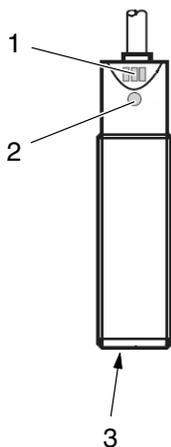

Fig. 7-9 P/N 398056
1. Le réservoir étant **vide** : Enfoncer la touche (2, fig. 7-9) pendant 5 s max. avec un objet pointu. Le détecteur de niveau se trouve en mode étalonnage dès que la LED verte clignote (1, fig. 7-9).
3. Le réservoir étant **plein** : Enfoncer la touche (2, fig. 7-9) pendant 5 à 10 s environ avec un objet pointu. Le détecteur de niveau se trouve en mode étalonnage dès que la LED verte clignote lentement pendant 5 s (1Hz) et ensuite plus rapidement (2Hz).